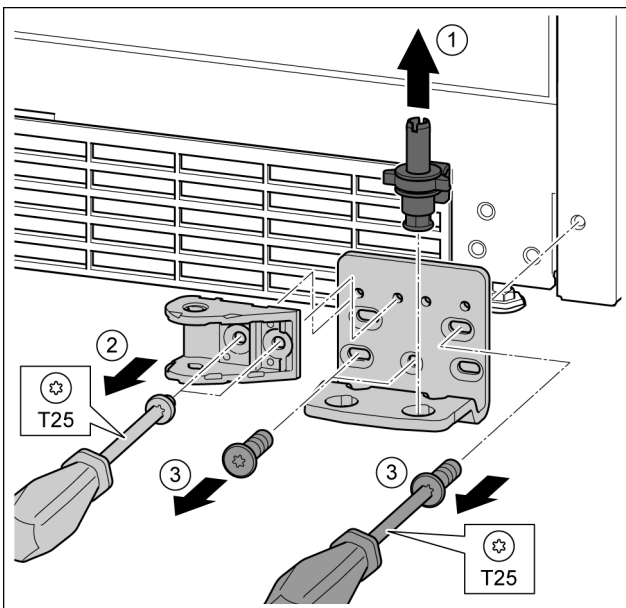

Fig. 30
- Опорний гвинт цілком витягніть рухом вгору. Fig. 30 (1)
- Викрутіть гвинти за допомогою викрутки T25 та зніміть з'єднувальний елемент демфера. Fig. 30 (2)
- Викрутіть гвинти за допомогою викрутки T25 та зніміть опорний кронштейн. Fig. 30 (3)